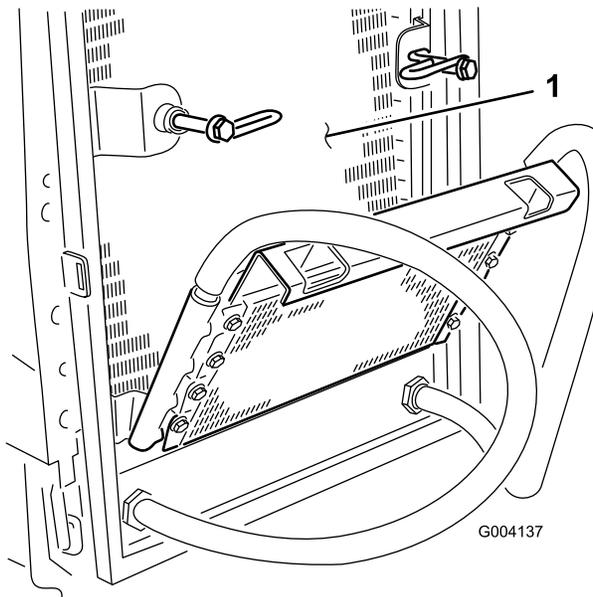

図 67
6. オイルクーラとラジエターの裏表を 図 67 圧縮空気ですていねいに清掃する。